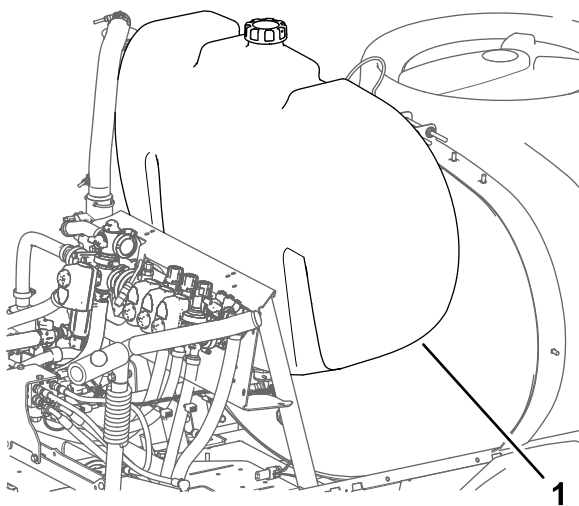

Bild 13
1. Montieren Sie den Spülbehälter an der Maschine, wie in Bild 13 abgebildet.